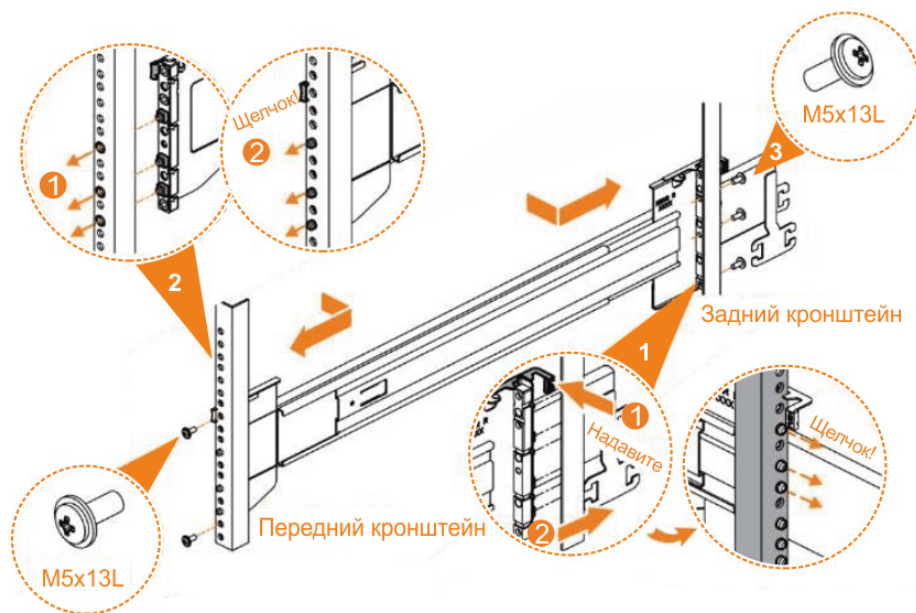

Рисунок 58. Установка направляющей в стойке
6. С помощью винтов М5 прикрепите внешний элемент направляющей и скобу к стойке, как это показано на Рисунок 58 на стр. 58.